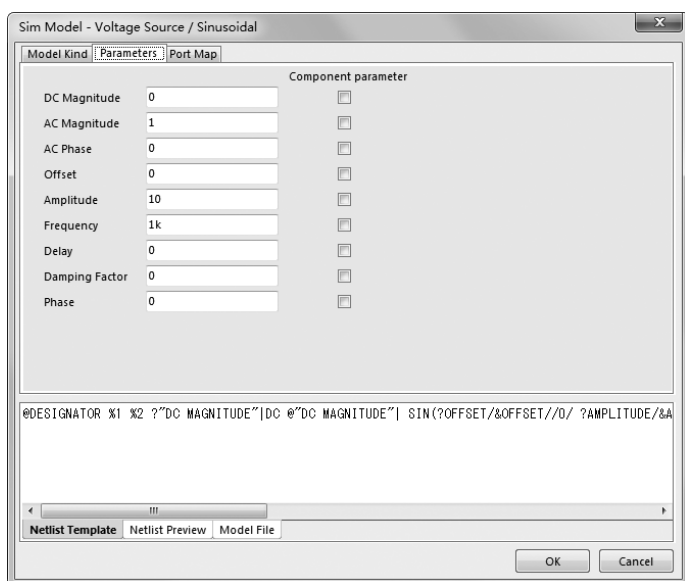

图 12-29 仿真属性对话框
(1) 设置正弦电压源的仿真参数。在电路仿真原理图中，双击某一电压源，弹出该电压源的属性设置对话框，在对话框的“Models”（模型）栏中，双击“Simulation”（仿真）属性，弹出仿真属性对话框，在该对话框的“Amplitude”（幅值）文本栏中输入幅值为“10”，如图 12-29 所示。
(2) 采用同样的方法为其他电压源设置仿真参数。
(3) 其余元件在本例中不需要设置仿真参数。